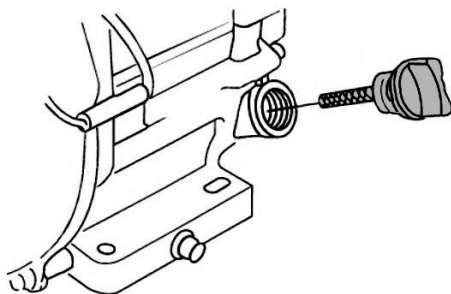

Рис. 11 Крышка-щуп маслосазливной горловины
2. Открутите крышку-щуп маслосазливной горловины и извлеките щуп (Рис. 11).
2. Выкрутите крышку-щуп маслозаливной горловины и извлеките щуп (Рис. 11).